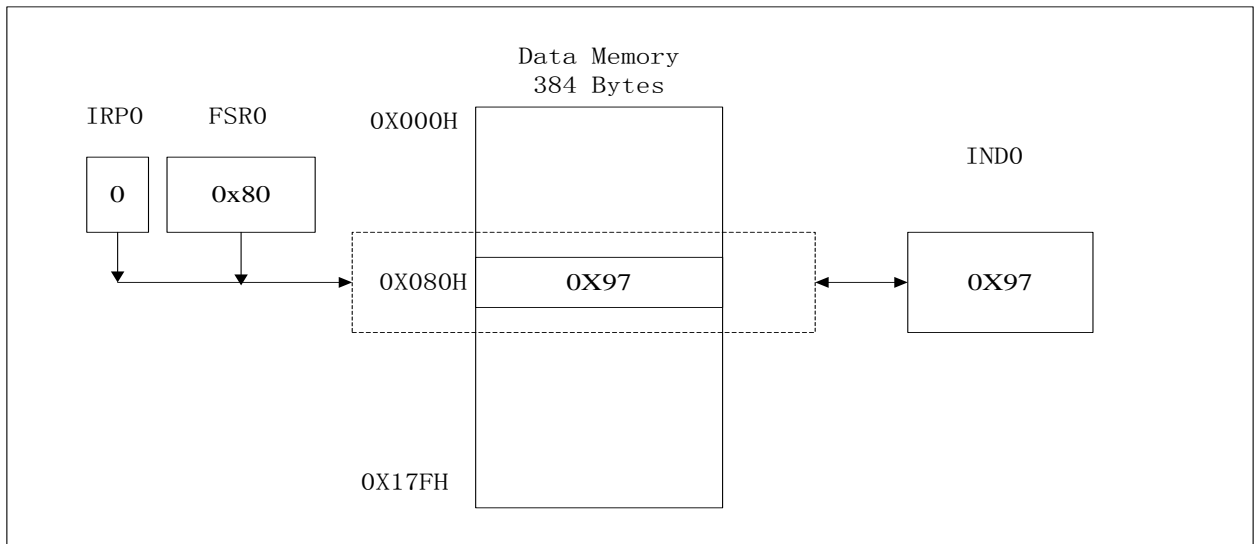

图 2-3 间接地址访问
3. 通过 IND0 以及 FSR0 这两个寄存器可以对数据存储器以及特殊功能寄存器进行间接访问。当从间接地址寄存器(IND0)读入数据时，MCU 实际上是以 FSR0 中的值作为地址去访问数据存储器得到数据。当向间接寄存器(IND0)写入数据时，MCU 实际上是以 FSR0 中的值作为地址去访问数据存储器将值存入该地址。其访问方式见图 2-3。